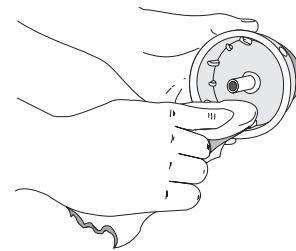

Figure 32
4. Nettoyez le moulinet intérieur, le ressort, et l'arbre et la surface interne de la bobine extérieure à l'aide d'un tissu propre (Fig. 32).